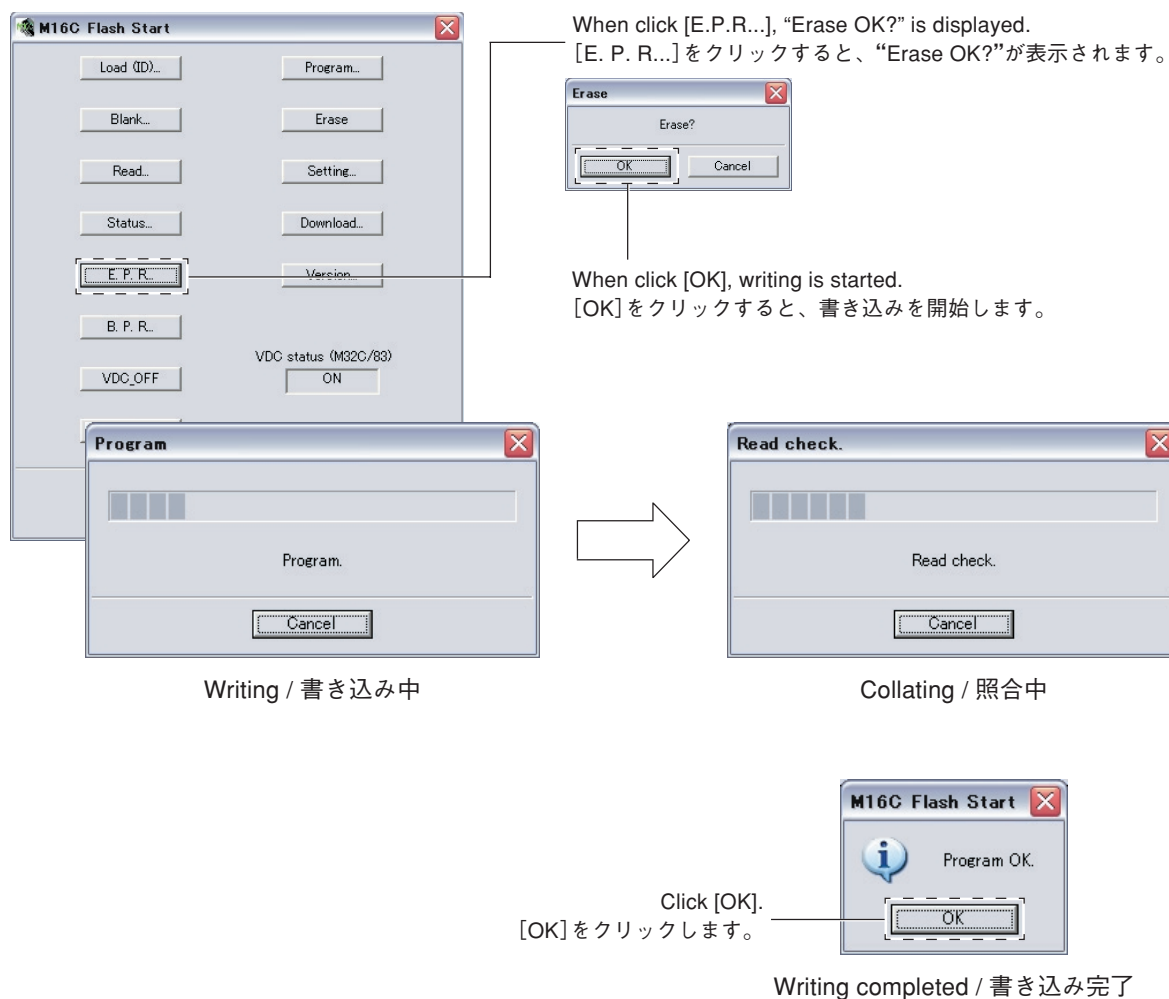

Fig. 5
14. "M16C Flash Start" is displayed. (Fig. 5)
Click [E.P.R...], and "Erase OK?" is displayed. (Fig. 5)
Click [OK] and start writing. (Fig. 5)
15. When writing is completed, "Program OK." is displayed. (Fig. 5)
Click [OK]. (Fig. 5)
14. "M16C Flash Start"が表示されます。(Fig. 5)
[E. P. R...]をクリックすると、「Erase OK?」が表示されます。(Fig. 5)
[OK]をクリックし、書き込みを開始します。(Fig. 5)
15. 書き込み完了後、「Program OK.」が表示されます。(Fig. 5)
[OK]をクリックします。(Fig. 5)